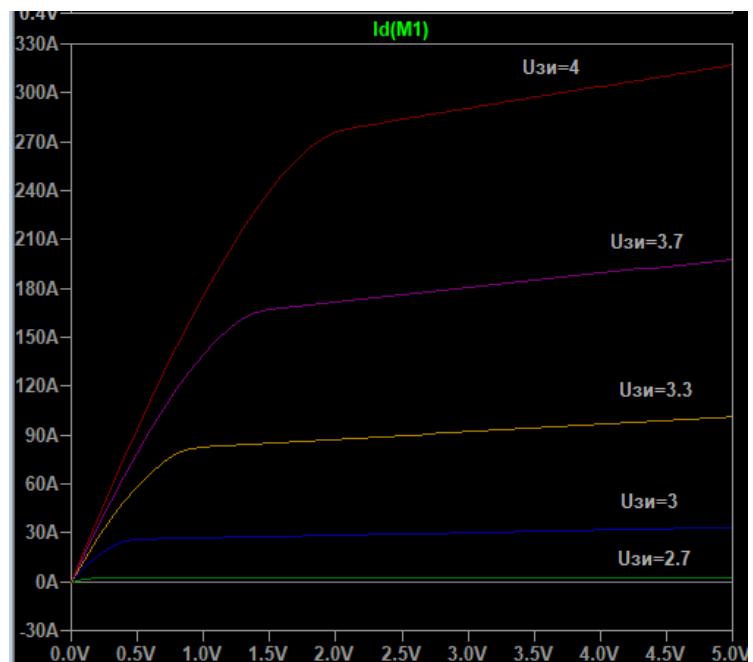

Рисунок 3. Семейство ВАХ выходных характеристик
2.1 По результатам начальной работы по построению, у нас получилась данный график (рис.3)